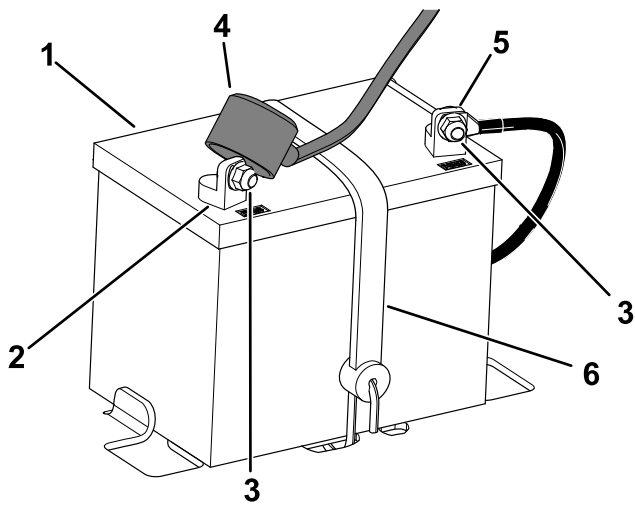

Figura 41
3. Desconecte el cable negativo (negro) de conexión a tierra del borne de la batería (Figura 41).
5. Desconecte el cable positivo (rojo) del borne de la batería (Figura 41).
6. Retire la sujeción de la batería (Figura 41) y eleve la batería de la bandeja.
1. Coloque la batería en la bandeja (Figura 41).
5. Fije la batería con la sujeción (Figura 41).